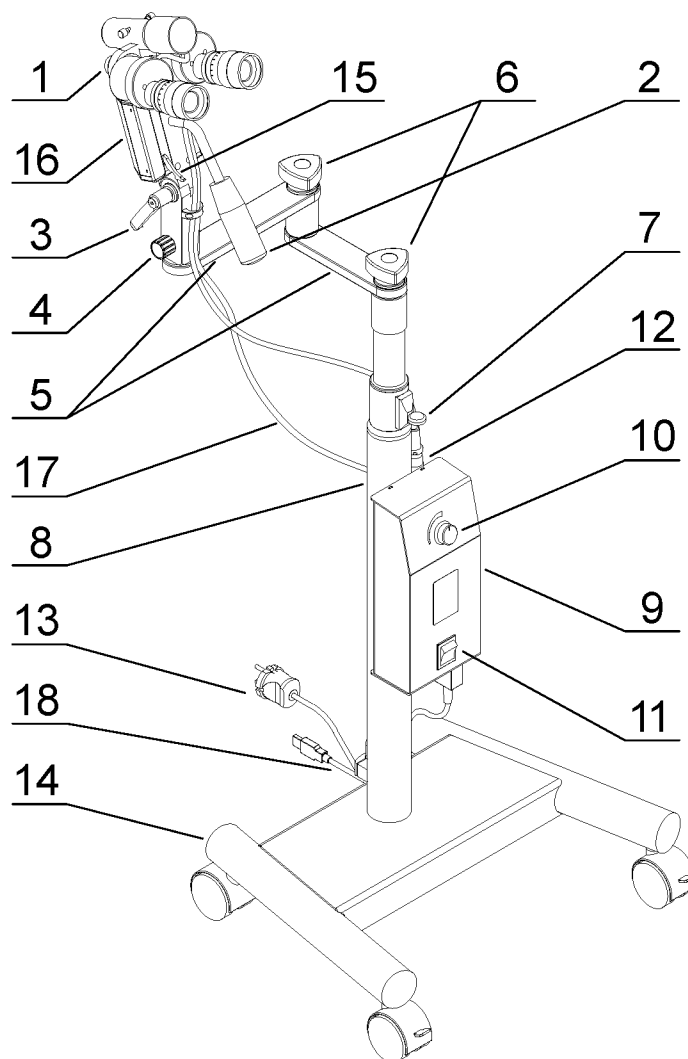

Рисунок 1 – Общий вид кольпоскопа МК-300.
Кольпоскоп (рис. 1) состоит из головки кольпоскопа 1, рычагов поворотных 5, телескопической стойки 8, блока питания 9 и основания 14.
Видеосистема 16 (рис. 1) состоит из призмной оборачивающей системы, объектива и цифровой видеокамеры. Слева на корпусе видеосистемы расположена кнопка фотосъемки 15.
Питание осветителя осуществляется с помощью блока питания кольпоскопа 9 (рис. 1), на котором расположены выключатель 11 и ручка регулировки яркости осветителя 10. Блок питания имеет электронную защиту от перегрузки, от перегрева и от короткого замыкания.
Пространственные перемещения оптической головки осуществляются путем удержания ее за ручку 2 (рис. 1). Наличие в конструкции большого количества степеней свободы позволяет быстро и точно наводиться на объект.
Поворот головки оптической 1 (рис. 1) в горизонтальной плоскости осуществляется вокруг оси соединяющей кронштейны и рычаги поворотные 5. Фиксация оптической головки от вращения на оси реализуется ручкой 4.
- 2) Включить осветитель кольпоскопа выключателем 11 расположенным на блоке питания (рис.1).
- 5) Выставить по высоте положение головки кольпоскопа. Для этого нажать вниз кнопку фиксации 7 (рис. 1) и поднять (опустить) головку кольпоскопа на телескопической стойке 8. Отпустить кнопку фиксации 7.
- 6) Держась за ручку 2 (рис. 1), при отжатых ручках фиксации 6, установить головку кольпоскопа в удобное для работы положение, примерно на 250 мм от объекта наблюдения.
- 9) Добиться нужной освещенности объекта ручкой регулировки яркости 10 (рис. 1).